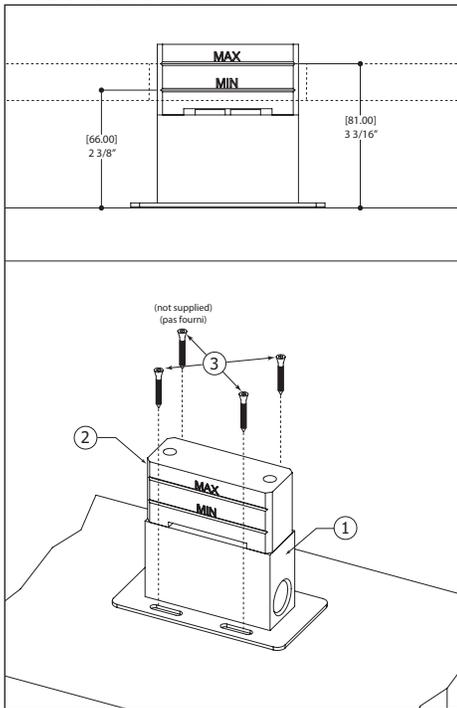

Fig.1
For correct installation, see the fig. 1 to definite the min/max that you can install the rough. After that, fix the rough on sub-floor with four screws (3) (not supplied). Then connect your supply pipes, complete the floor installations. When you are ready to install the faucet, remove the plastic component (2).
Pour que l'installation soit correcte, voir la fig. 1 pour définir le min/max que vous pouvez installer le brut. Après, fixer le brut sur le plancher avec les 4 vis (non fournies). Ensuite, raccorder les tuyaux d'alimentation et compléter les installations.